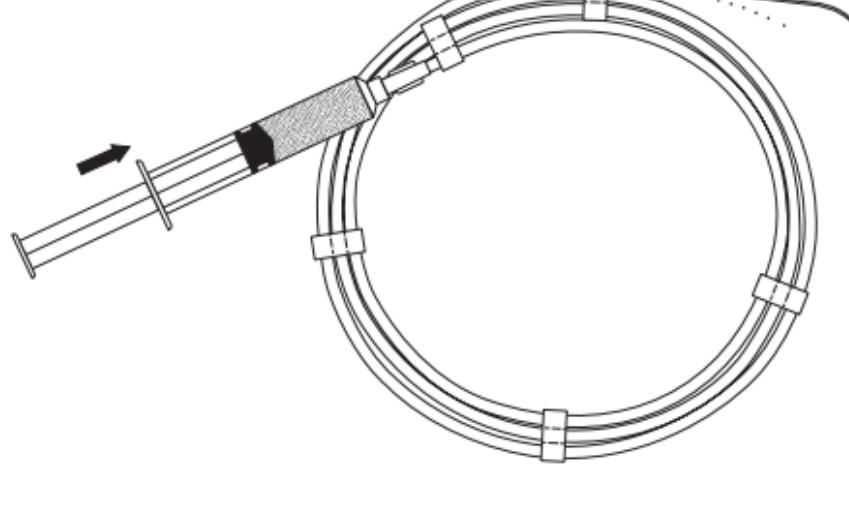

Abb. 1
2. Ausreichend Lösung injizieren, um die Oberfläche des Führungsdrähtes vollständig anzufeuchten. (**Abb. 1**) Auf diese Weise wird die AQ-Beschichtung aktiviert, und die Oberfläche des Führungsdrähtes wird gleitfähig.